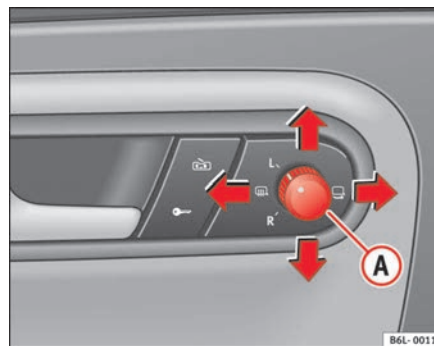

Abb. 68 Drehknopf für Außenspiegeleinstellung
1. Drehen Sie den Drehknopf ⇒ Abb. 68 in Stellung **L (linker Außenspiegel)**.
- Drehen Sie den Knopf auf die Position zum Entfernen von Beschlag  ⇒ Seite 106, Abb. 68.
- Drehen Sie den Drehknopf ⇒ Seite 106, Abb. 68 in Stellung , um die Außenspiegel anzuklappen. Sie sollten die Außenspiegel immer anklappen, wenn Sie eine automatische Waschanlage durchfahren, um Beschädigungen zu vermeiden.